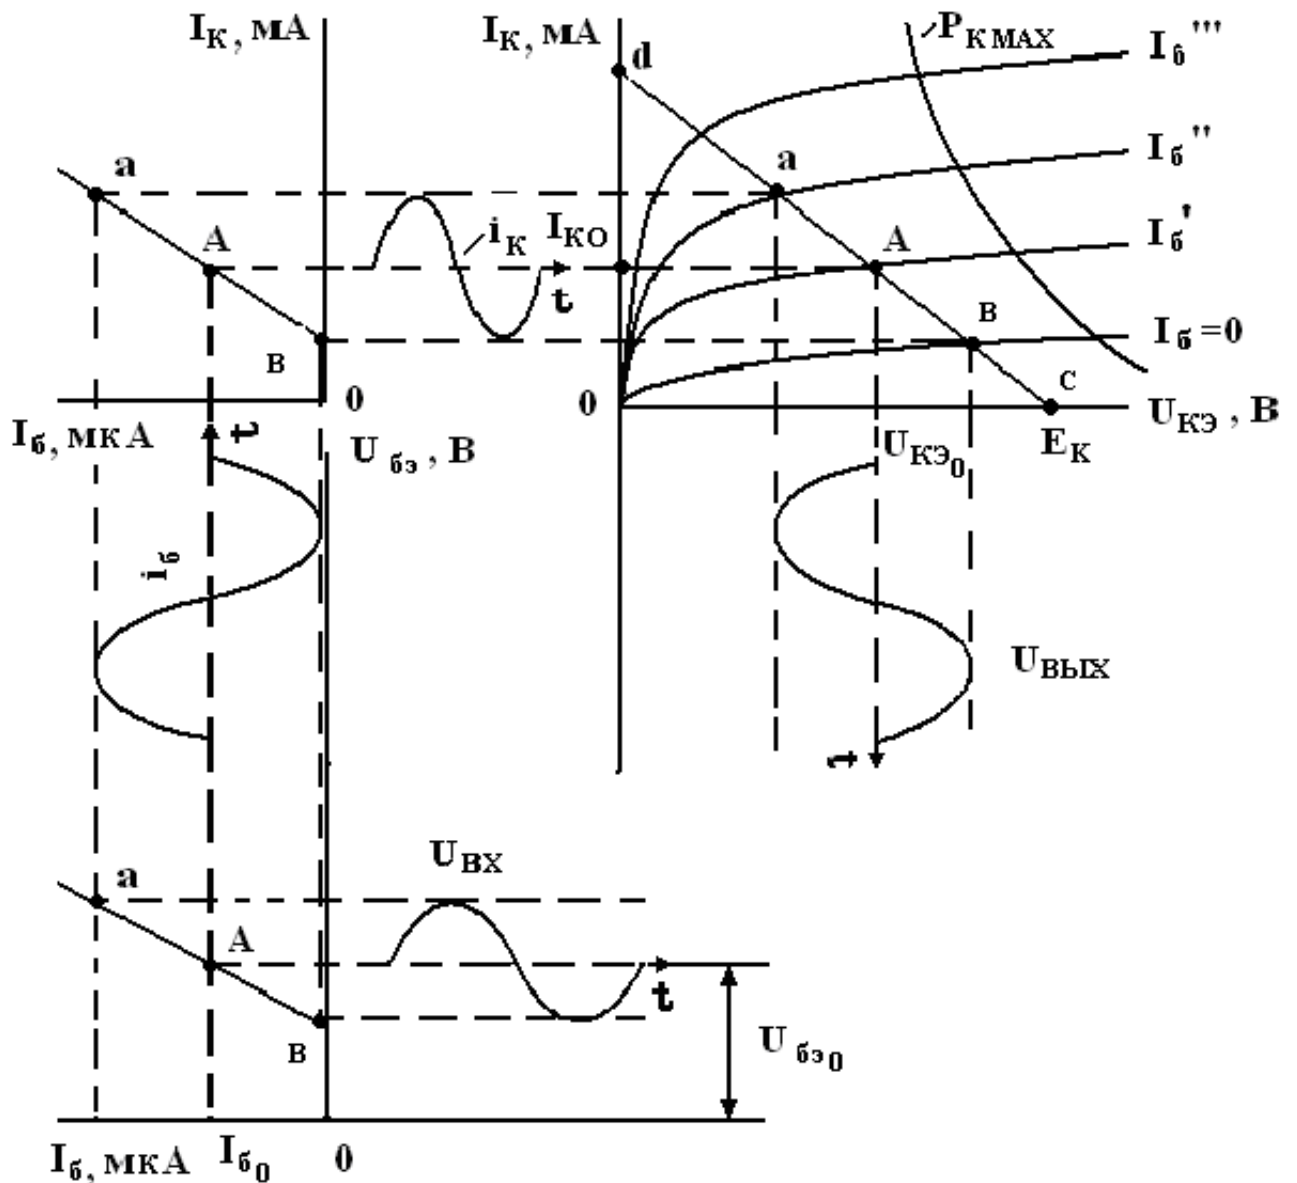

Рис. 2. Выбор рабочей точки.
- 2.1. Изобразить семейство выходных и входных (при $U_{кэ} = 5В$) характеристики заданного транзистора как показано на рис. 2.
Для этого использовать две точки (“d” и ”c”) на выходных характеристиках транзистора (рис. 2):
$I_{k \max}$, и $P_{k \max}$ и обеспечить достаточно протяженный линейный участок переходной характеристики (см. рис. 2)
- 2.6. По точкам пересечения линии нагрузки с выходными характеристиками построить переходную характеристику транзистора $I_k = f(I_б)$ (см. рис. 2)
- 3.1. Определить пределы изменения амплитуд входного тока и напряжения, выходного тока и напряжения в линейном режиме работы усилителя. Найти: $I_{бm}$, $I_{км}$, $U_{бэм}$, $U_{кэм}$ (см. рис. 2)
Переходные характеристики транзистора $I_к = f(I_б)$ (см. рис. 2) строят по пересечению линии нагрузки с выходными характеристиками транзистора. Для Вашего транзистора этих пересечений будет более 3-х.